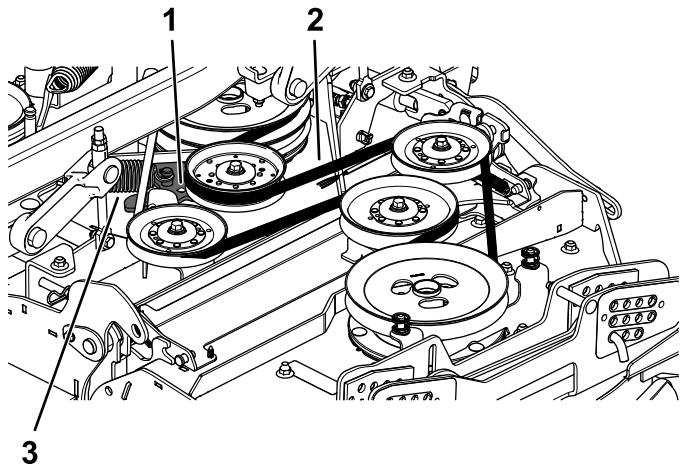

Figure 59
- 7. Insérez un rochet dans le trou carré du bras de la poulie de tension et faites tourner le bras vers l'arrière pour détendre le ressort de la poulie de tension (Figure 59).
- 8. Enlevez la courroie des poulies du tablier de coupe (Figure 59).